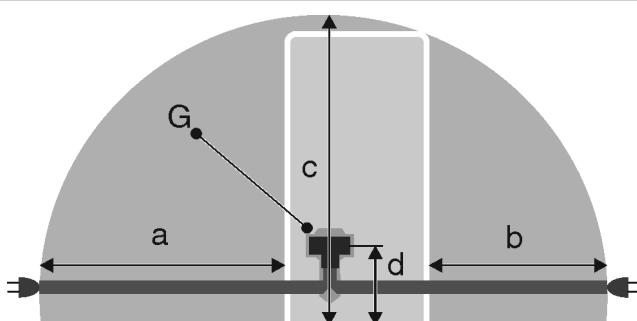

Fig. 35\*
- Zásuvka sa nenachádza za zariadením, ale v oblastiach a alebo b Fig. 35 (a, b, c).
- Zástrčku zariadenia Fig. 35 (G) zastrčte na zadnej strane zariadenia. Dbajte na správne zaklapnutie.